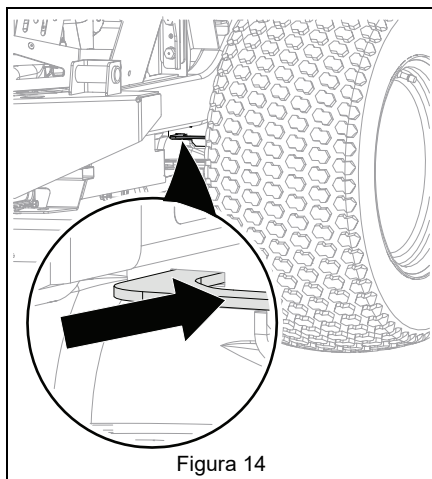

Figura 14
5. Riportare le leve di bypass del cambio nella posizione operativa. Vedere Figura 14.